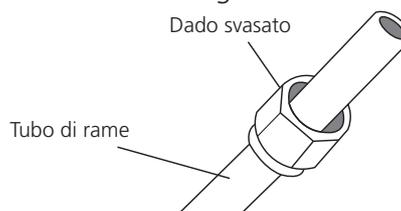

Fig. 7.6
3. Disporre un dado svasato a ogni estremità del tubo. Accertarsi che i dadi siano rivolti nella direzione corretta, perché dopo la svasatura non sarà più possibile applicarli o cambiarne la direzione. Ved. Fig. 7.6